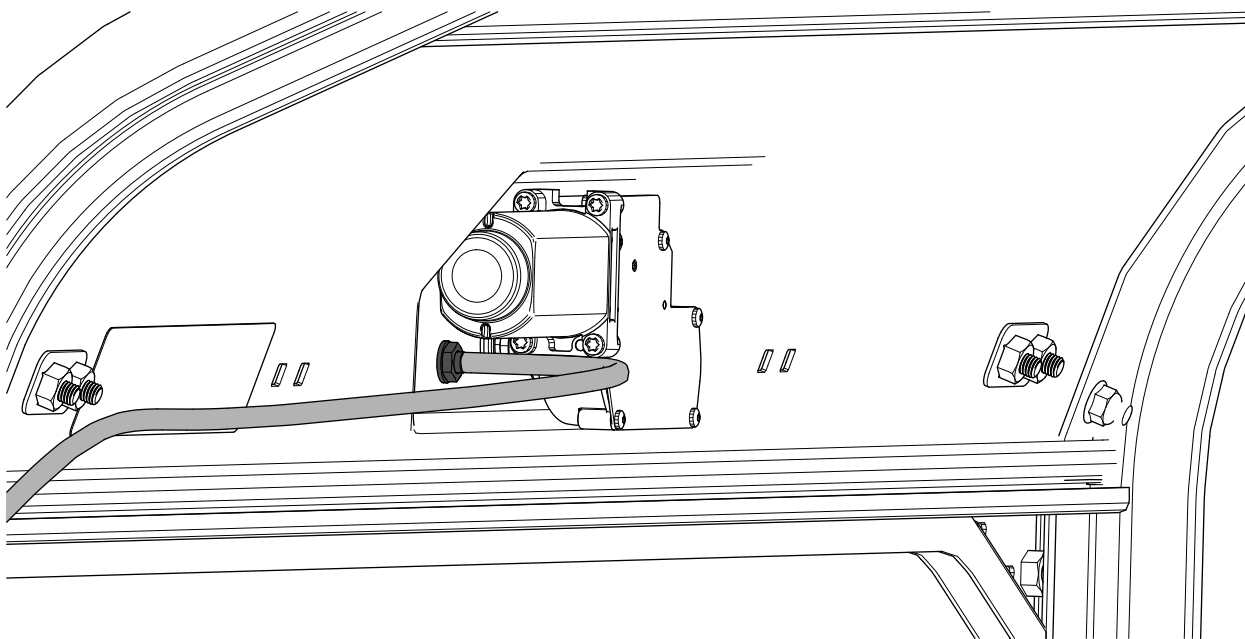

Рисунок 13
7. Подсоедините шланг стеклоочистителя к переходному штуцеру (Рисунок 13).